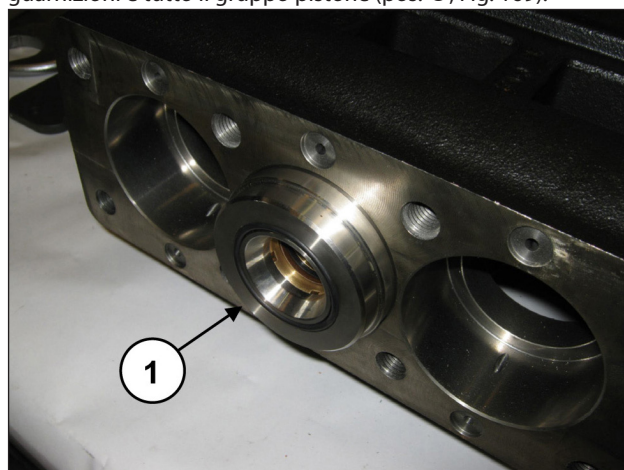

Fig. 169
Ruotando l'albero fare avanzare il guida pistone in modo che il tampone, avanzando a sua volta, possa espellere il supporto guarnizioni e tutto il gruppo pistone (pos. ①, Fig. 169).